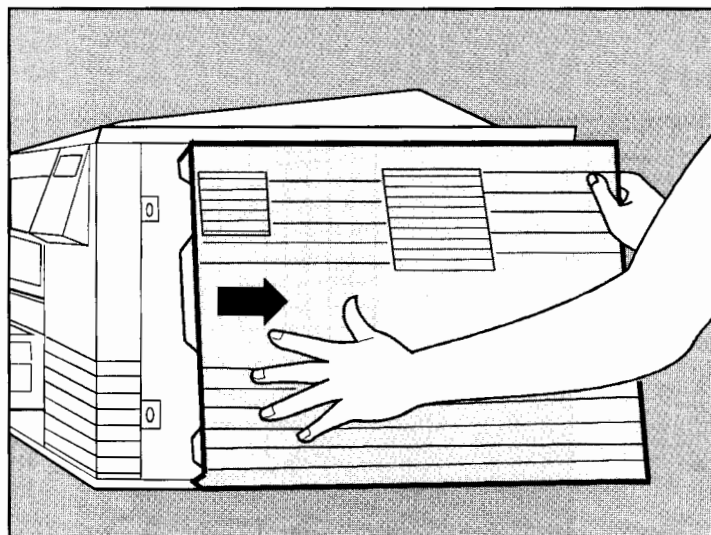

Figure 1-3. Dépose du panneau latéral
- Déposez le panneau latéral en plastique en le glissant vers la droite (reportez-vous à la Figure 1-3).